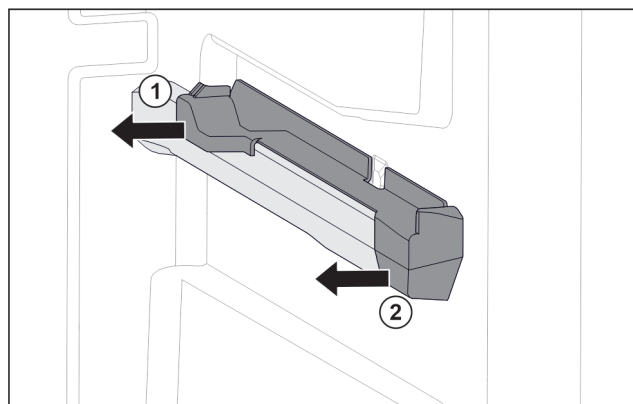

Fig. 102 Pjesa kapëse në brinjën e djathtë të kutisë
- Tërhiqni anash pjesën kapëse në pjesën e pasme. Fig. 102 (1)
- Tërhiqni anash pjesën kapëse në pjesën e përparme. Fig. 102 (2)